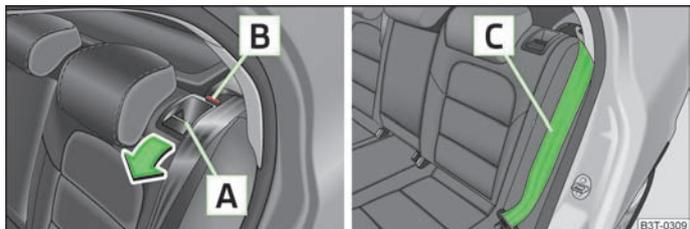

Fig. 61 Desbloquear o encosto do banco / travar o encosto do banco
- Prima o manípulo de desbloqueio **A** » Fig. 61 para desbloquear o encosto do banco e rebatê-lo totalmente para a frente.
- Coloque o cinto de segurança lateral traseiro **C** » Fig. 61 atrás do canto do revestimento lateral.